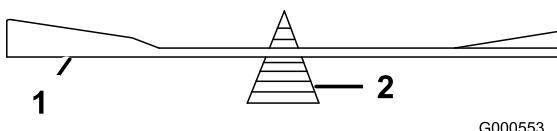

Figura 56
2. Verifique o equilíbrio da lâmina colocando-a num equilibrador de lâminas (Figura 56).